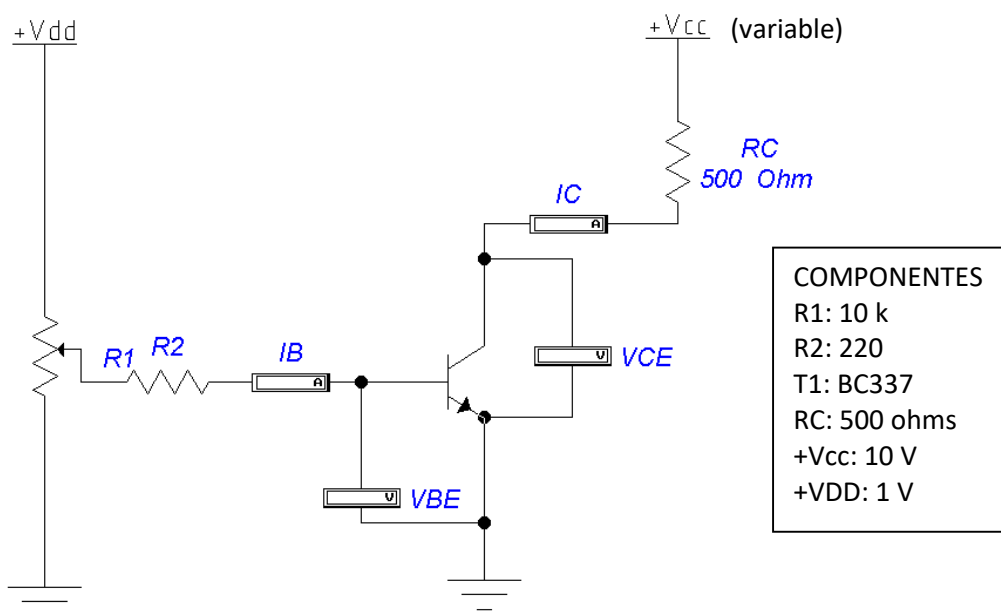

Figura 3: Circuito de ensayo experimental. Vdd fuente de valor fijo. Vcc fuente de valor variable entre 0 a 10Volt.
Para determinar y trazar la curva característica o curva de salida se analiza el circuito de la figura 3. En el circuito se indican los instrumentos de medición, esto es, amperímetros y voltímetros correspondientes a I_B , I_C , V_{CE} , V_{BE} .
- 1_En el circuito de la figura 3, con $V_{dd}=1V$ se ajusta $R1$ de tal modo que se fije un valor de I_B , el cual no variará durante los procedimientos indicados en los puntos 2, 3 y 4.
Con los valores de la tabla 1 realice el gráfico de la curva característica o curva de salida (I_C vs V_{CE}) para el transistor NPN BC337 utilizado en el circuito de la figura 3.